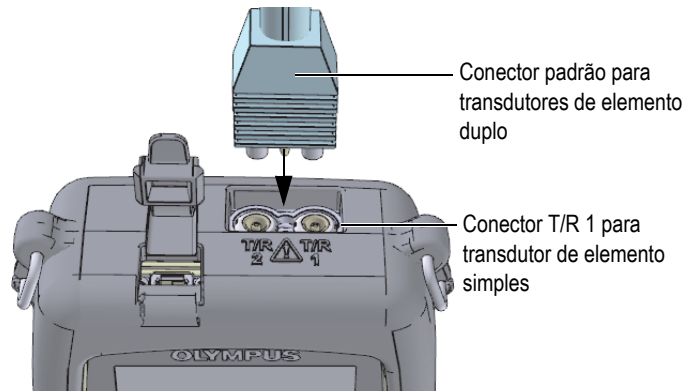

Figura 5-1 Conectar transdutor
1. Conecte o transdutor no(s) conector(es) do(s) transdutor(es) na parte superior do 45MG (veja Figura 5-1 na página 64), usando somente T/R1 para um transdutor de elementos simples.